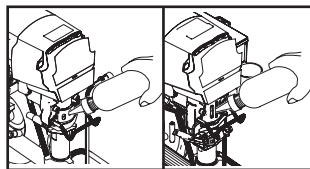

Fig. 13
6. Umpleți piulița de etanșare a gâtului cu TSL pentru uzura prematură a garniturii. Faceți acest lucru de fiecare dată când pulverizați. (Fig. 13)